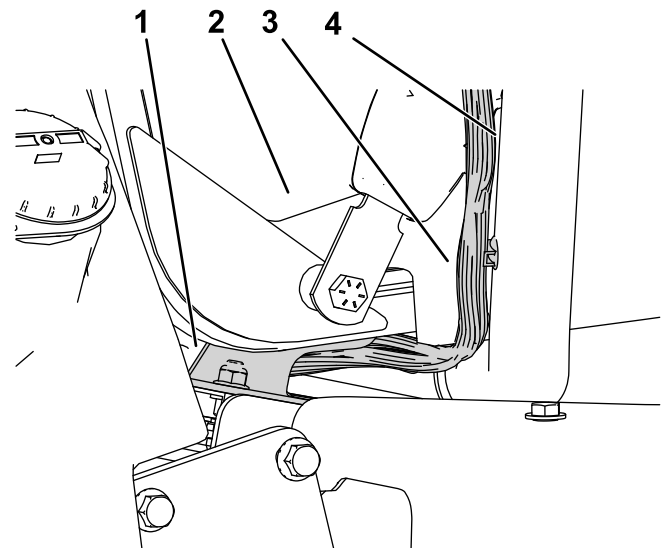

Bild 6
2. Trennen Sie die rechte Seite der Sitzhalterung von der Sitzschiene, um Raum für den Konsolenkabelbaum zwischen der Sitzhalterung und der Sitzschiene zu schaffen (Bild 6).
3. Verlegen Sie den Konsolenkabelbaum zwischen Sitzhalterung und Sitzschiene (Bild 6).